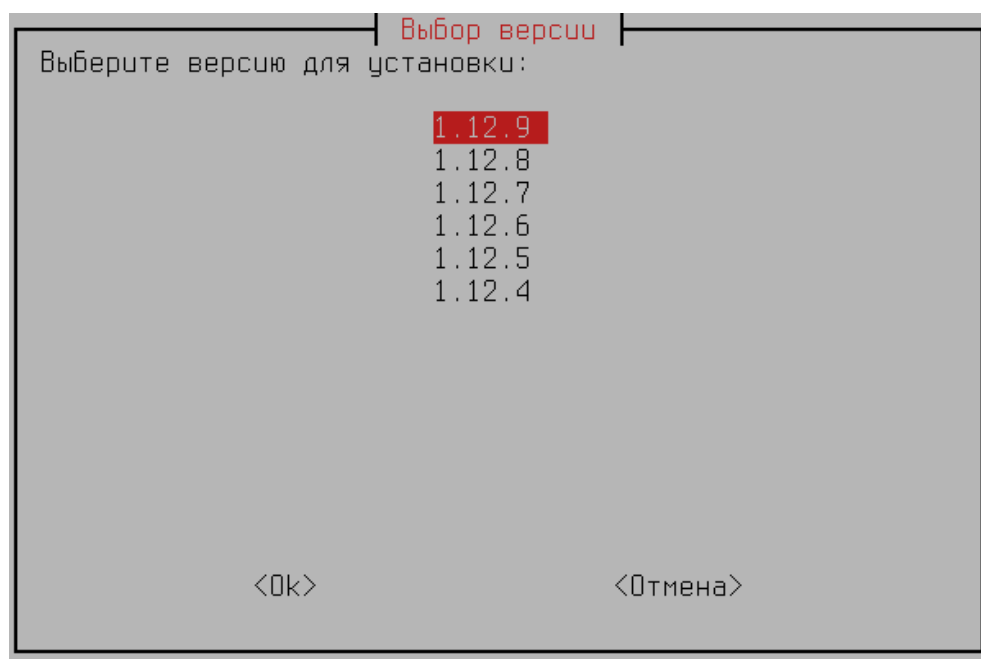
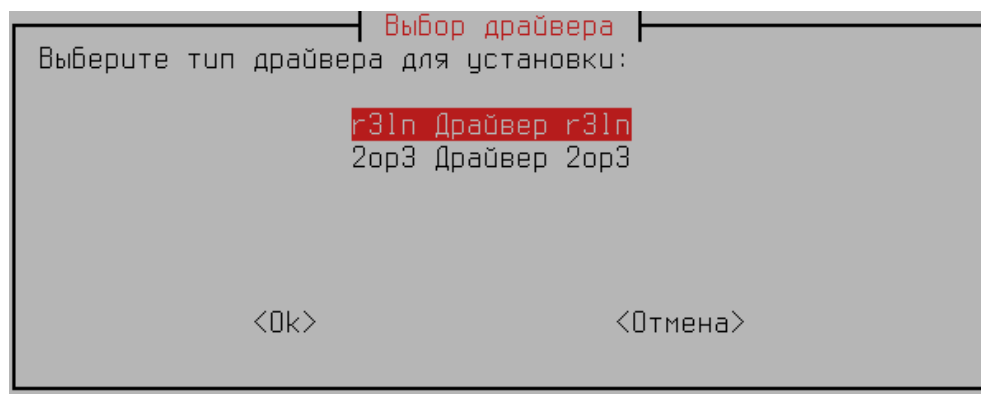
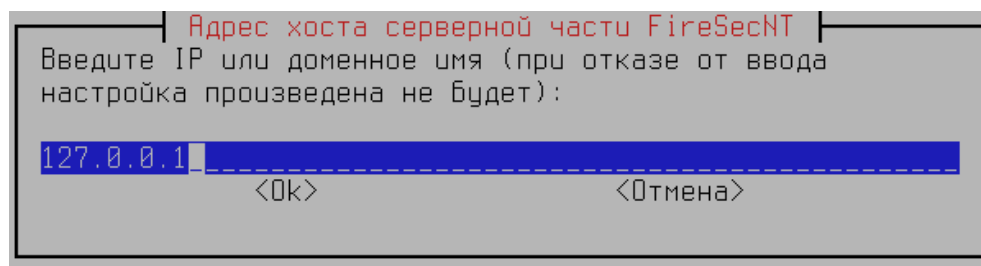

Рисунок 2.10 – Выбор версии компонента
Рисунок 2.11 – Выбор типа драйвера
Рисунок 2.12 – Поле ввода IP-адреса или доменного имени хоста
2) при выборе **«Серверные компоненты»** выберите версию компонента и нажмите **«Enter»** в соответствии с рисунком Рисунок 2.10.
При выборе **«Драйвер»** выберите: тип и версию драйвера, введите IP-адрес или доменное имя хоста, на котором установлены серверные компоненты в соответствии с рисунками Рисунок 2.11, Рисунок 2.10 и Рисунок 2.12.